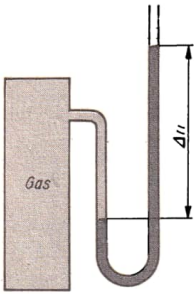
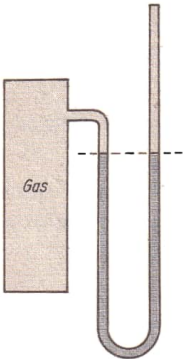

Bild 57
Bild 58
- 4.8** Ein offenes Flüssigkeitsmanometer zeigt einen Höhenunterschied der Quecksilberoberflächen von 45 mm an (Bild 57). Berechnen Sie 1. den Überdruck und 2. den Druck des Gases. Der Luftdruck sei 990 mbar.
- 4.9** Erläutern Sie qualitativ den Unterschied zwischen einem offenen (Bild 57) und einem geschlossenen Flüssigkeitsmanometer (Bild 58). Im geschlossenen Schenkel des U-Rohrs sei Luft eingeschlossen, deren Temperatur konstant gehalten wird. Die Flüssigkeit sei Wasser.